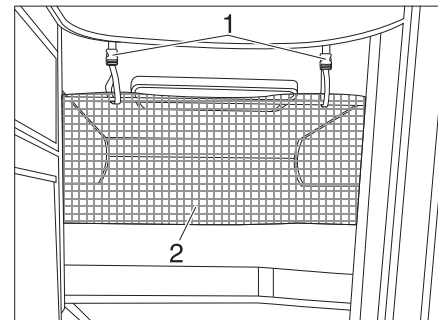

Bild 134 Sicherungsnetz
Das Sicherungsnetz (Bild 134,2) ist serienmäßig zwischen Matratze und Lattenrost verstaut. Das Sicherungsnetz erst aufspannen, wenn sich die Person bereits im Bett befindet.
- Die Haltebänder (Bild 134,1) in die Halterungen an der Decke einrasten.